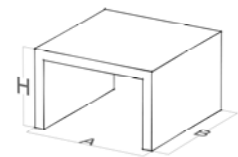

Fig.1
1. Realizzare una solida base in muratura (Fig.1) tenendo conto delle dimensioni del forno come riportato nella tabella: